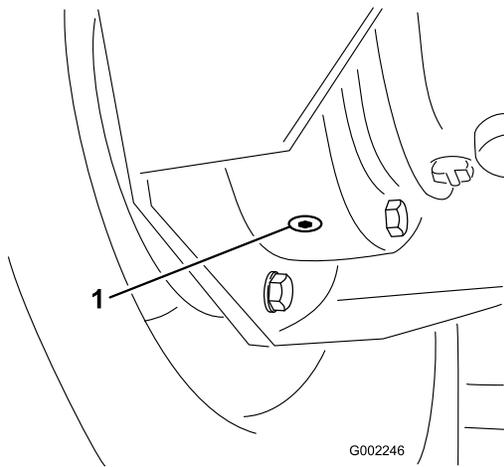

图81
4. 在内侧排油塞下放置一个排油盘，然后拆下排油塞（图81）。